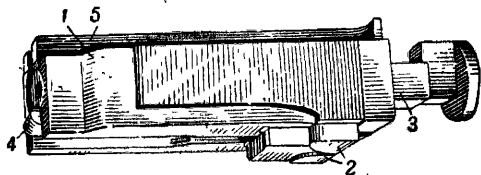

Рис. 15 Затвор пулемёта:
**Затвор** (рис. 15) служит для досылания патрона из приёмника магазина в патронник, запираania канала ствола, производства выстрела и извлечения гильз (патронов) из патронника. Он состоит из остова, двух боевых упоров, ударника с бойком и выбрасывателя с пружиной.